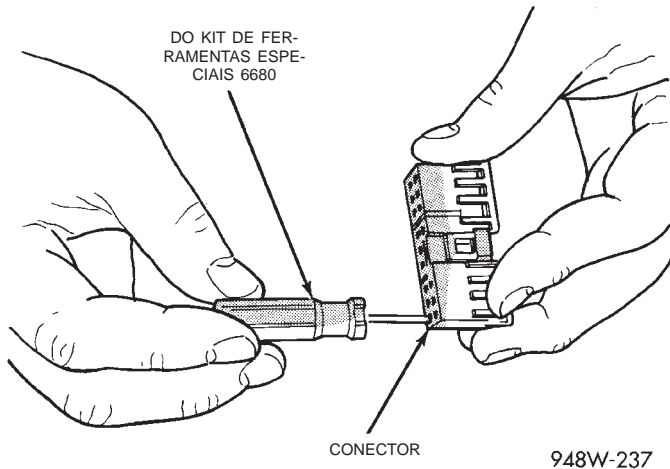

Fig. 25 Remoção do Terminal Usando a Ferramenta Especial
- (4) Posicione a garra de travamento do conector afastada do terminal, usando a ferramenta apropriada do kit de ferramentas especiais 6680. Puxe o fio para remover o terminal do conector (Fig. 24) (Fig. 25).